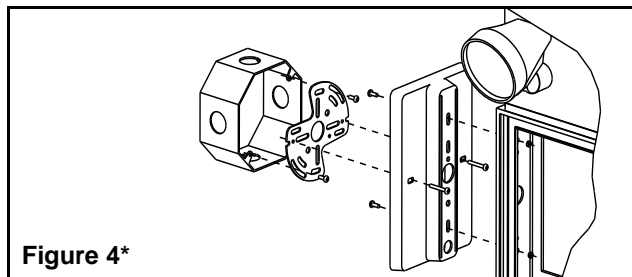

Figure 4\*
- Assembler le pavillon à l'enseigne à l'aide des vis 3/8 po et des écrous à rondelle fournies (voir figure 4).